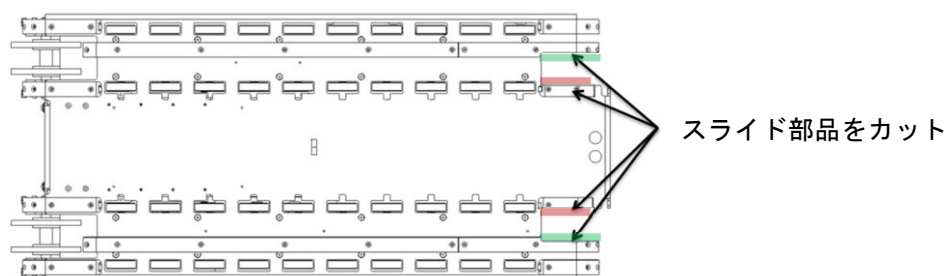

図35. スライド部品を追加カットする
17. 下部スライド部品が他の部品と干渉しない様に、干渉部分をカットする。(図35参照)